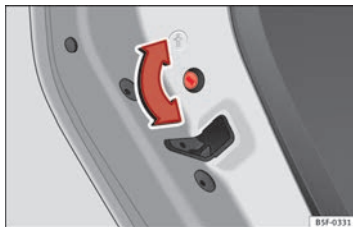

Fig. 53 Seguro para niños de la puerta izquierda.
- Con la puerta abierta, gire la ranura con la llave del vehículo en sentido horario para las puertas izquierdas ⇒ **fig. 53** y en sentido anti-horario para las puertas derechas.
- Con la puerta abierta, gire la ranura con la llave del vehículo en sentido anti-horario para las puertas izquierdas ⇒ **fig. 53** y en sentido horario para las puertas derechas.